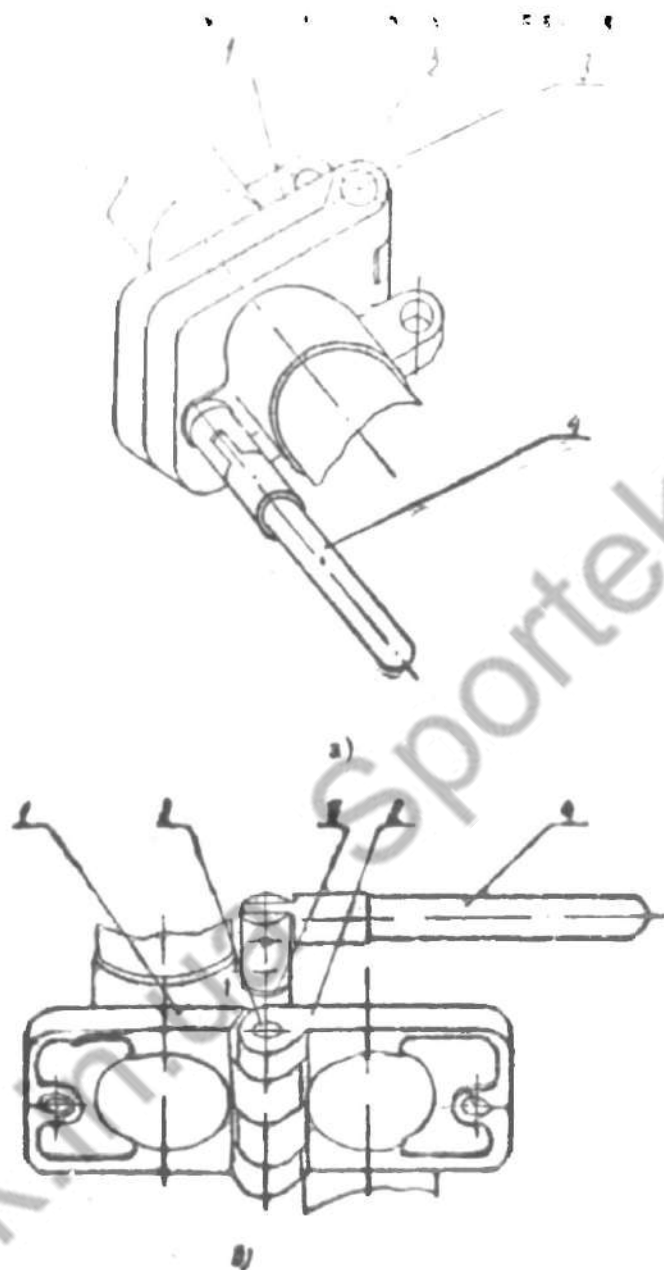

Рис. 23. Замок рамы.
Замок рамы (рис. 23а) состоит из петли передней (1); петли задней (2); оси (3) и рукоятки-винта (4).
Для складывания велосипеда необходимо вывернуть рукоятку-винт (4) из резьбового отверстия передней петли (1), поворотом подовиннок велосипеда вокруг оси (3) сложить велосипед, совместив ось резьбового отверстия в приливе задней петли с коническим отверстием в приливе передней петли, и ввернуть рукоятку-винт (4) в резьбовое отверстие прилива задней петли (5) до упора конической поверхности винта в коническую поверхность отверстия в приливе передней петли (рис. 23б).